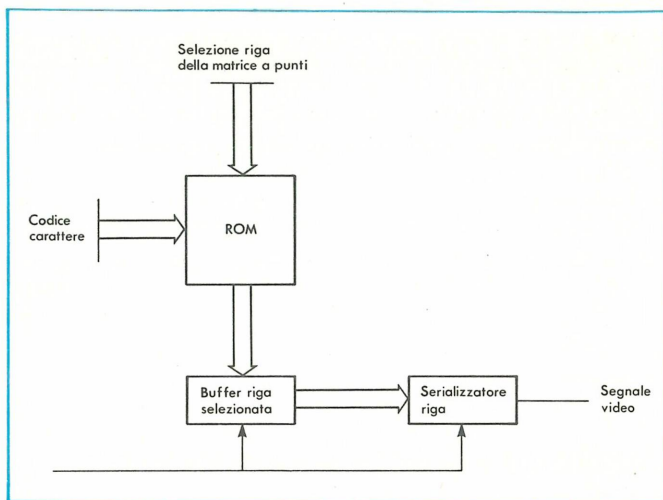
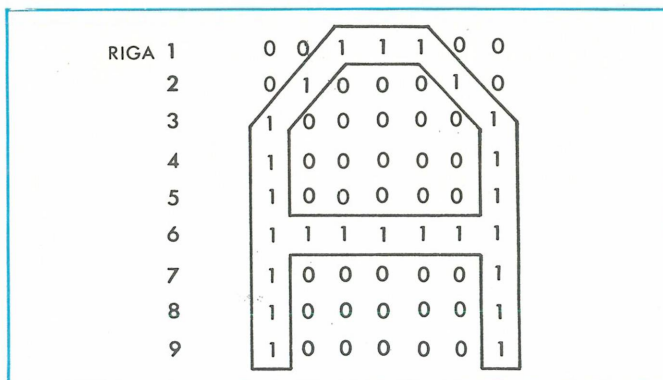

Figura 4 - Schema a blocchi di un generatore di carattere.
Figura 5 - Matrice a punti di un carattere nel formato  $7 \times 9$ .
In questo caso il byte è inviato ad un blocco generatore di carattere (v. Figura 4), che realizza la conversione da codice a dati seriali per il video. Questo blocco consiste fondamentalmente di una ROM (Read Only Memory), che contiene per ogni carattere la corrispondente configurazione in termini di punti luminosi (1) e non (0) disposti a matrice (tipicamente 5  $\times$  7 oppure 7  $\times$  9 come in Figura 5). La visualizzazione del carattere avviene inviando per ogni riga orizzontale dello schermo la corrispondente sequenza di bit della matrice (cioè la ROM di decodifica carattere è indirizzata dal carattere e dalla linea di scanning relativa alla linea di punti da visualizzare).